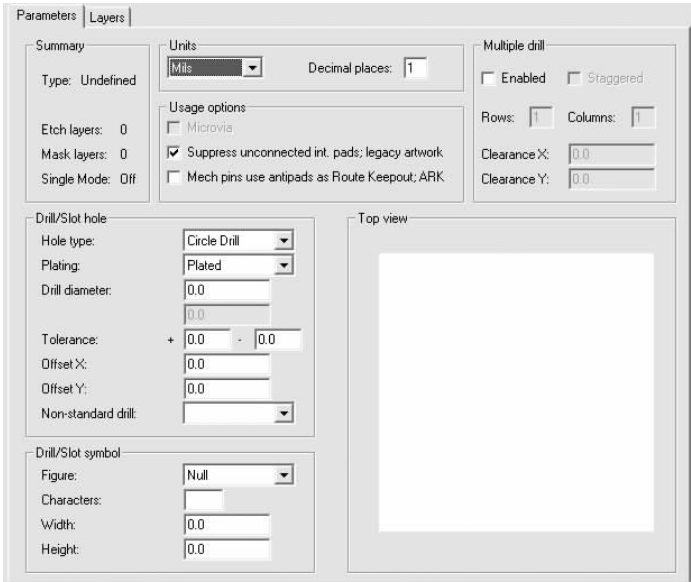

图 9-2 “Parameters（参数）”选项卡
1) Parameters（参数）选项卡可以设置钻孔尺寸、单位等参数，如图 9-2 所示。